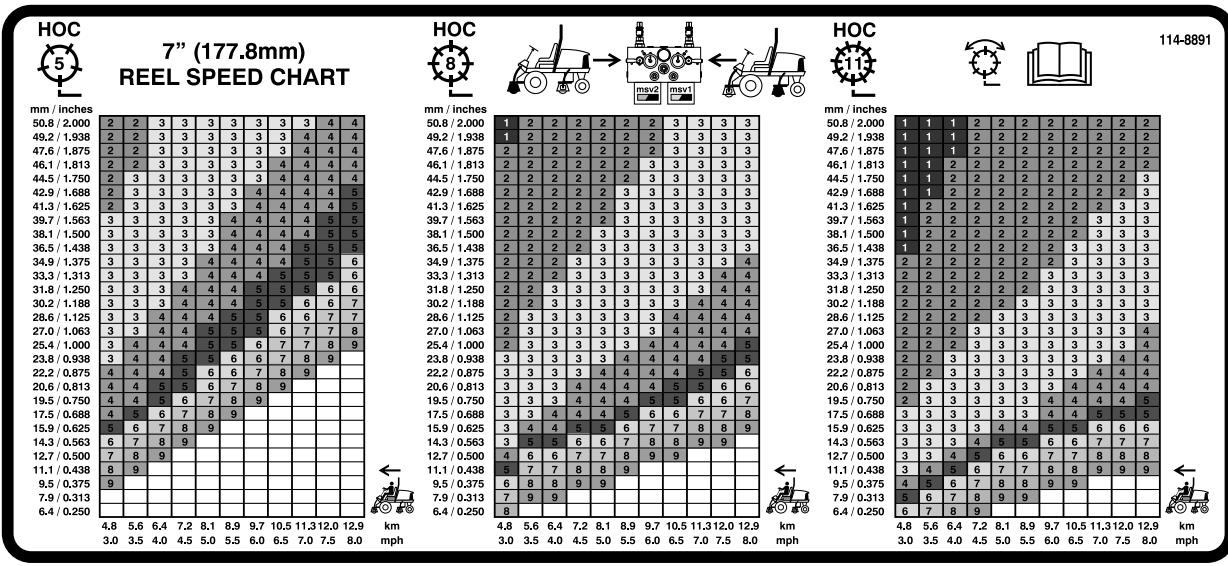
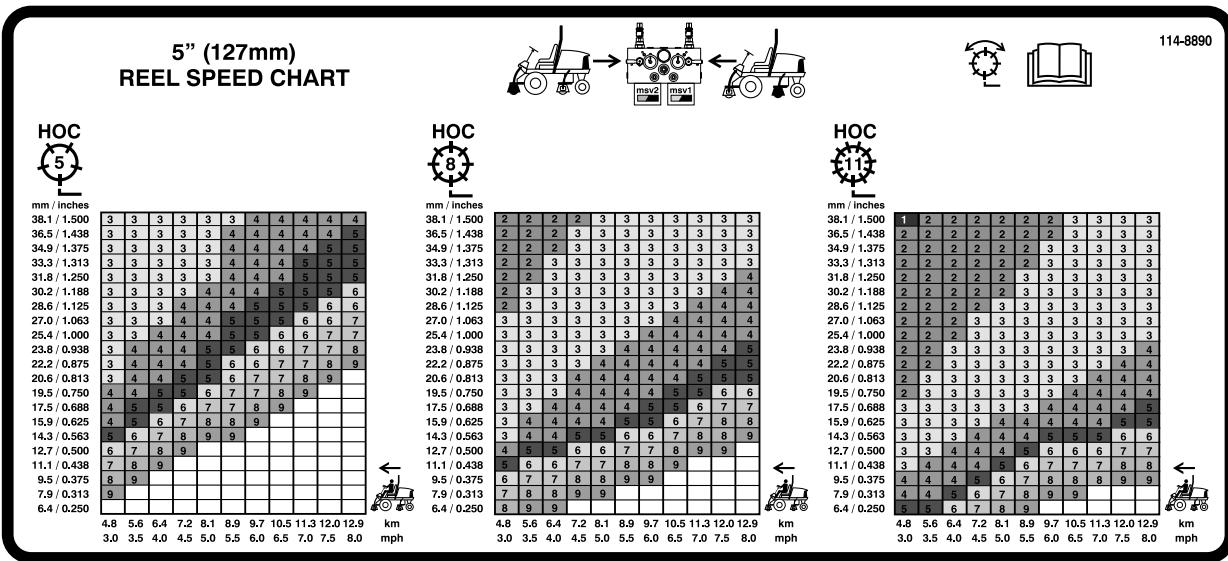

図 41
図 42
- 使用するチャートを間違えないように注意してください； 7インチリールのカッティングユニットを使う 5510 と 5610 では、110-0996(図 41) の表を使用し、5インチリールのカッティングユニットを使う 5210 と 5410 では、110-8923(図 42) の表を使用します。